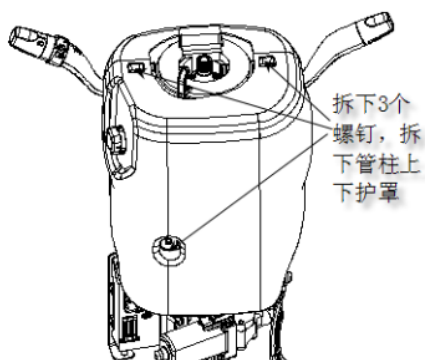

图 4-7
①用十字起松开下护罩的三个安装螺钉，然后分离上下护罩。如图 4-7 所示。